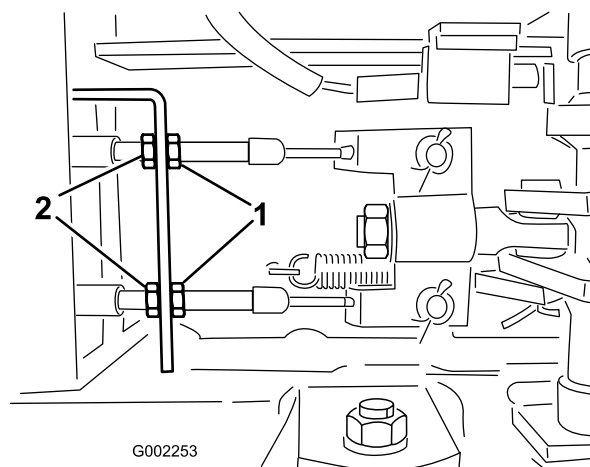

Figura 56
5. Allentate i dadi anteriori sui cavi dei freni sotto l'estremità anteriore dell'irroratrice (Figura 56).
6. Serrate i dadi posteriori uniformemente finché il pedale del freno si sposta di 1-2 cm prima che avvertiate una resistenza (Figura 56).